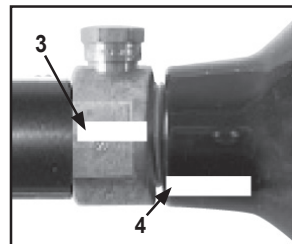

Figura 9: Válvula y Cilindro no alineados
Cada vez que usted da vuelta al cilindro para removerlo, mire las marcas en el cilindro y en la válvula del cilindro para asegurarse de que giran juntas. Si una de estas marcas comienzan a separarse como se ve en la figura 9, el cilindro se estará desatornillando de la válvula del cilindro y usted debe **PARAR** y llevar toda la unidad a un experto "C5" quien esta certificado en airsmith para que el remueva en forma segura el cilindro y lo repare
4. Mire las marcas en el cilindro y en la válvula (como se observa en la figura 9 en la página 11) cuando de vuelta al cilindro $\frac{3}{4}$ de vuelta aproximadamente en sentido contrario a las agujas del reloj.